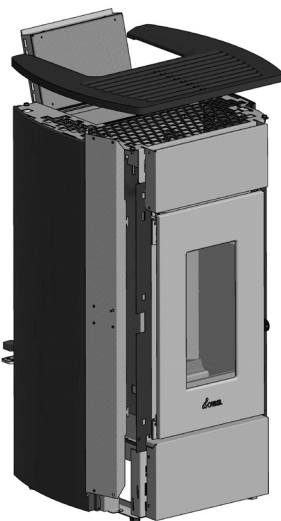

Fig. 29 - Majolik-Halterung aushaken
- Den Pelletdeckel öffnen und die Abdeckplatte entfernen (siehe **Fig. 29**)